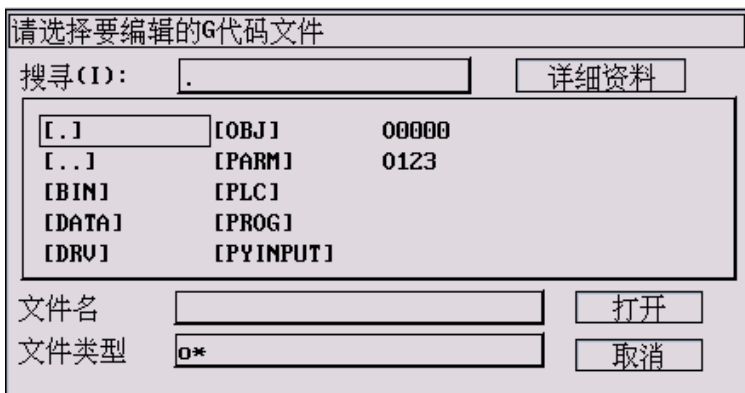

图 7.4.1 选择要编辑的零件程序
- (2) 按 **Enter** 键，弹出如图 7.4.1 所示对话框；